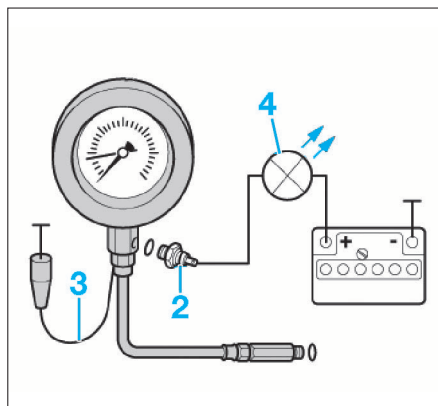

FIG. 31
- Dévisser le contacteur de pression d'huile (2) (Fig.31).
- Raccorder le contrôleur de pression d'huile en lieu et place du contacteur de pression d'huile (2).